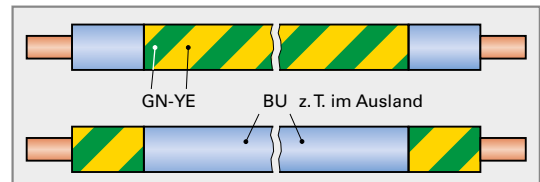

Bild 2: Adern zu Aufgabe 2
2. Welche Leiterart ist in **Bild 2** dargestellt?